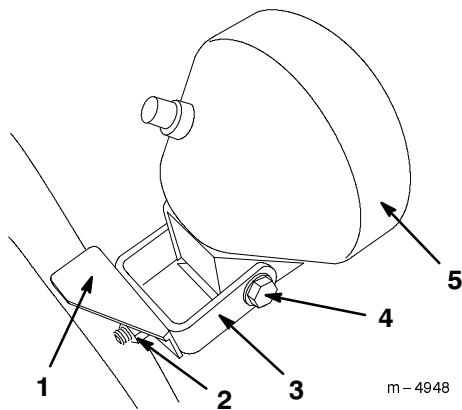

Figure 27
1. Desserrez les deux écrous de l'étrier fileté qui fixent le support du projecteur au mancheron (Fig. 27).